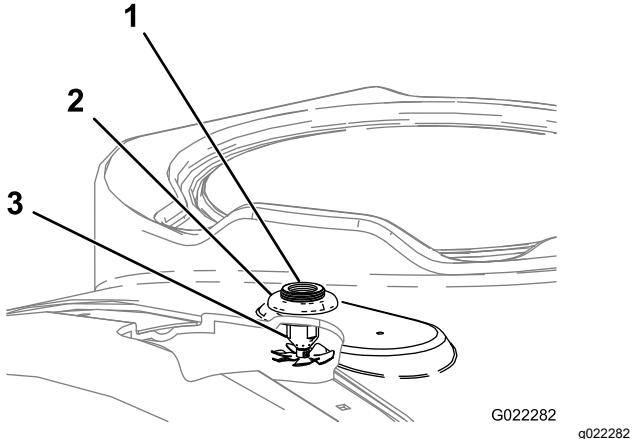

Bild 18
3. Stecken Sie die Düsen von unten durch die Bohrlöcher (Bild 18).
Schottverschraubungen für die Spüldüsen(Bild 18).